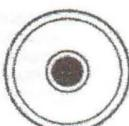

Рис. 5.5
- 8) При помощи подъемных винтов (5) добейтесь точного расположения пузырька в центре круглого уровня. (рис. 5.5)